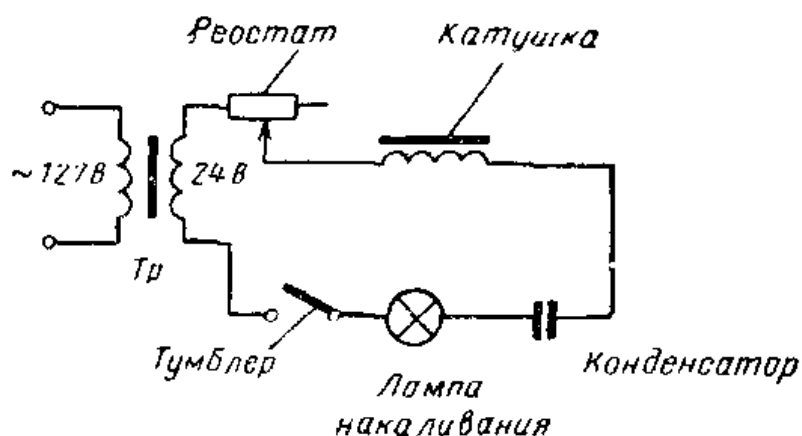

Рис. VI.47. Последовательный резонансный контур
**Последовательный резонанс.** Соедините детали, как показано на схеме рис. VI.47. Поставьте ползунок реостата в среднее положение, включите трансформатор в сеть переменного тока 127 в и включите тумблер. Вставляйте в трубку катушки куски стального провода один за другим до тех пор, пока яркость горения лампочки не станет максимальной. Если дальнейшее увеличение объема сердечника в центре катушки приводит к снижению яркости лампочки, значит мы достигли точки резонанса. Реостат предназначен для того, чтобы иметь возможность уменьшить напряжение на лампе для предотвращения ее перегорания. Вдвигая и выдвигая пучок проводов сердечника в катушку, мы произво-